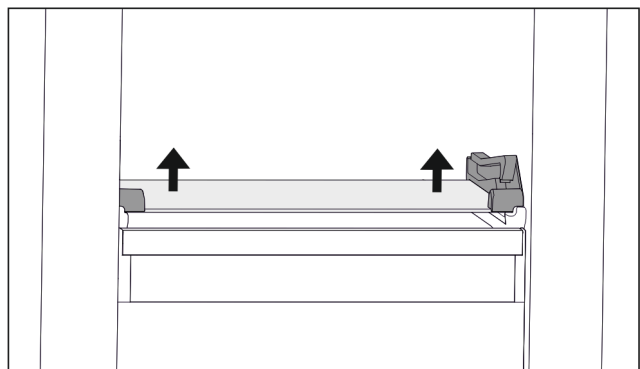

Fig. 63 Glasplatte des abklippbaren Schubfachs
- ▶ Glasplatte von unten beidseitig nach oben drücken. (siehe Fig. 63)